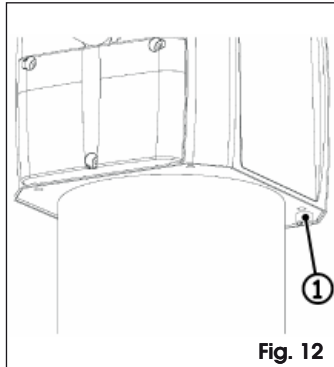

Fig. 12
10. Zet de twee achterste schroeven vast, Fig. 12 ref. ①.